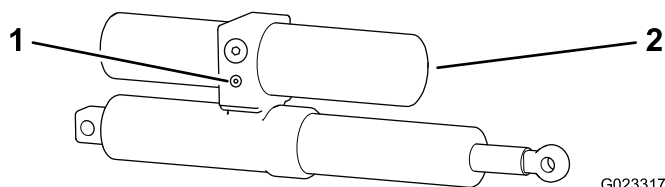

図 20
1. 各アクチュエータについている手動リリーフバルブを探し出す 図 20。